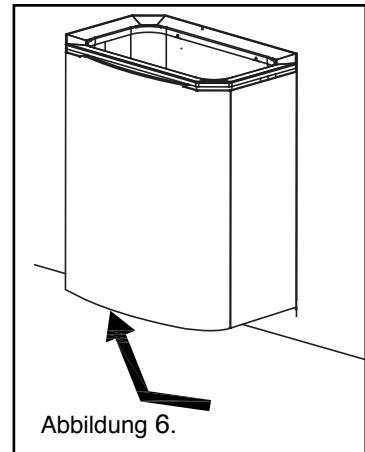

Abbildung 6.
- Der Steuerspannungsschalter des Saunaofens befindet sich an der Vorderseite unteren. (Siehe Abb. 6)